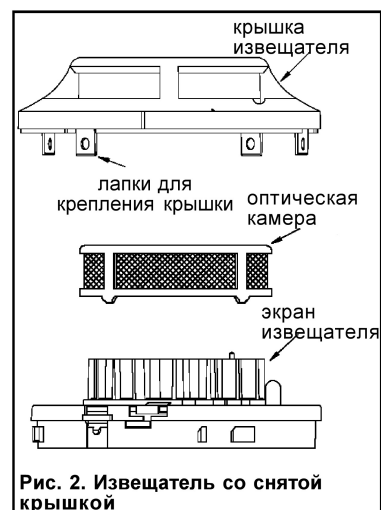

Рис. 2. Извещатель со снятой крышкой
2. Снимите крышку извещателя, для чего при помощи маленькой отвертки с плоским шлицем осторожно ослабьте каждую из четырех лапок, которые удерживают крышку на своем месте (рис. 2).
4. Снимите экран извещателя, осторожно сдвигая его вертикально вверх (рис. 2).